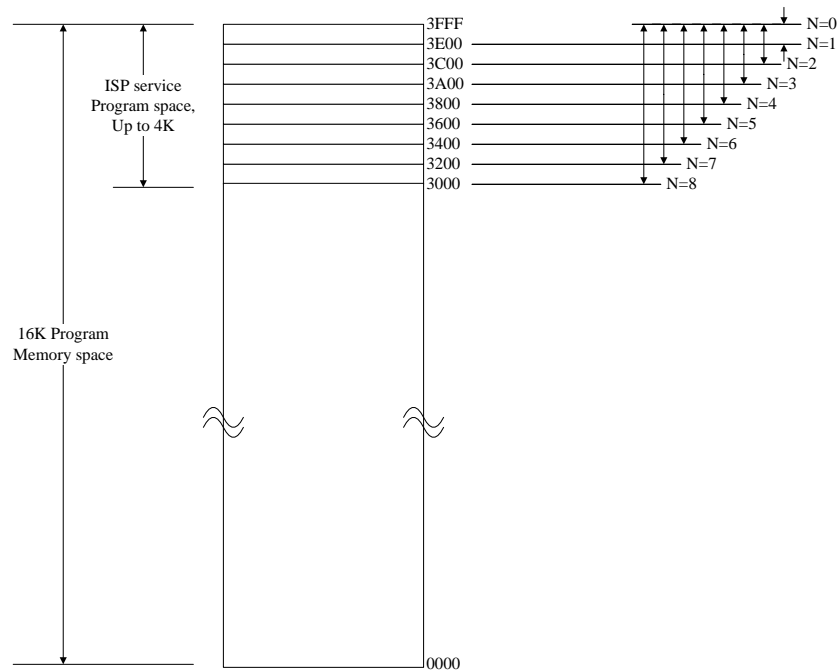

图 2-1: OB6619 programmable Flash
- a. OB6619 有 16KB 的嵌入式闪存，如以下图 2-1，可做为通用的程序存储或 EEPROM，其中有 4K 地址可选作为 ISP 程序服务空间；